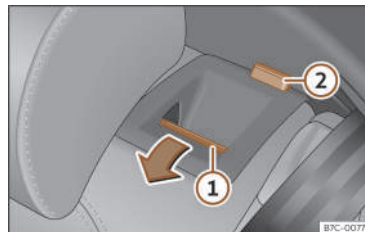

Fig. 86 Sedile posteriore: ribaltare lo schienale.
- Premere il tasto di sblocco >>> **fig. 86 ①** in avanti e, contemporaneamente, ribaltare lo schienale. Lo schienale posteriore è sbloccato quando si vede la tacca rossa sul tasto **②**.